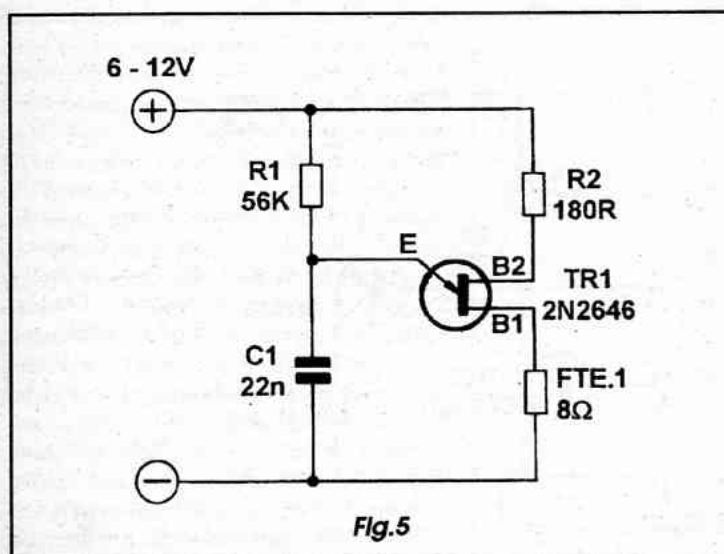

Fig.5
- **FIG. 5** - Um dos mais simples e pequenos geradores diretos de som que se pode implementar com os modernos componentes discretos, é aquele centrado num transistor unijunção (TUNJ), cujo esquema básico é mostrado no diagrama...! A frequência básica de oscilação é determinada pelos valores de R1 e C1. O som gerado é relativamente fraco, já que a presença de R2 na função de limitador de corrente